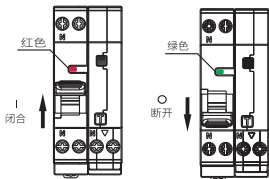

图2 NB5LE-40S闭合、断开状态指示
5.1 安装使用前先检查断路器标志与所使用的工作条件是否相符；断路器闭合、断开状态指示如下图2